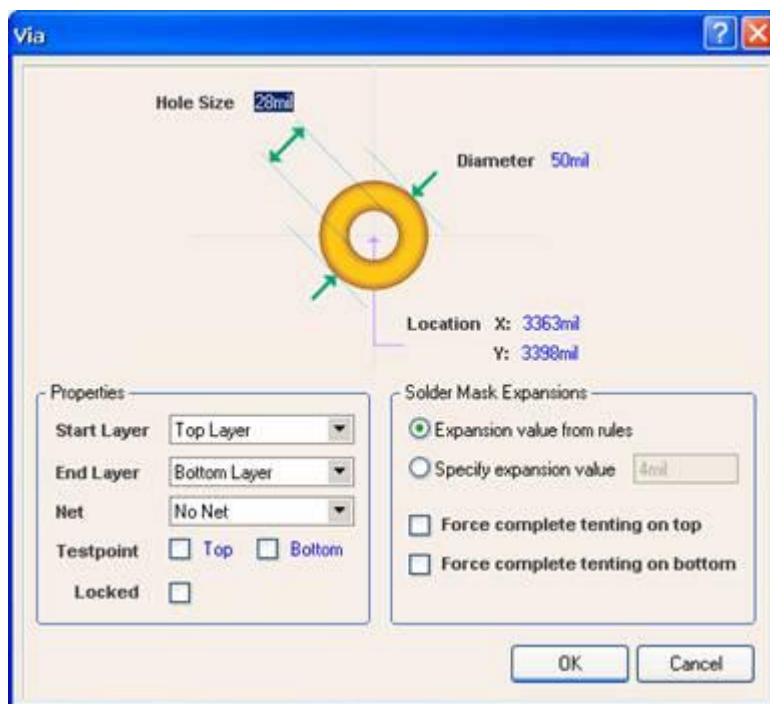

图 7-23 过孔属性设置对话框
- 在用鼠标放置过孔时按 Tab 键，将弹出 Via（过孔属性）设置对话框，如图 7-23 所示。